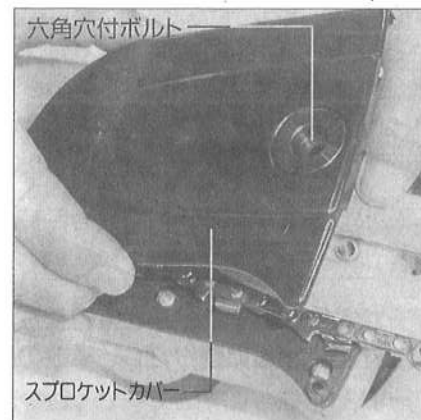

図8
⑤ガイドバーを押えた状態で、スプロケットカバーを六角穴付ボルトで締め付けてください。(図8参照)